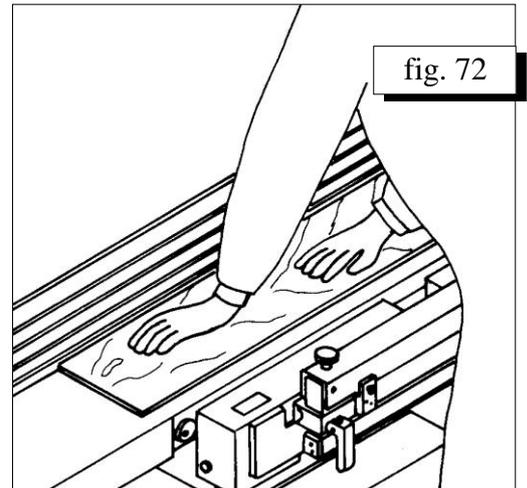

fig. 72
- ⇓ Dès qu'il est possible le détail se pousse rien que sur la table de travail de sortie (fig. 72).